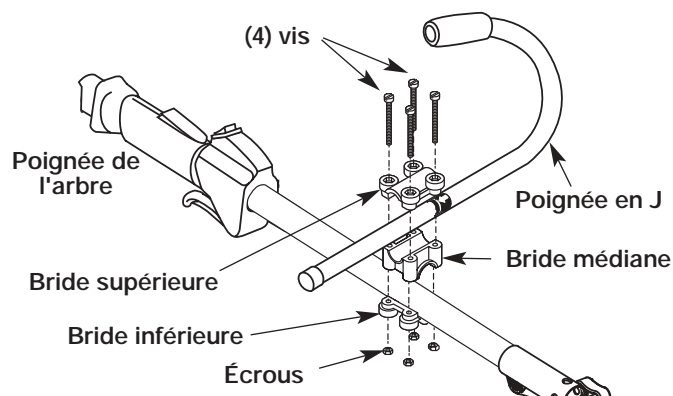

Fig. 1
2. Attachez le collier de serrage inférieur à la partie inférieure du logement de l'arbre, à environ 17 à 20 cm (7 à 8 po.) de la poignée de l'arbre (Fig.1).
3. Placez la poignée en J entre les brides supérieure et médiane (Fig. 1).
4. Maintenez les trois pièces ensemble et introduisez les quatre (4) vis dans les brides supérieure et médiane.